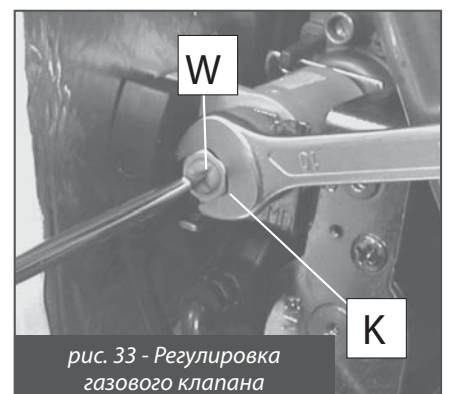

рис. 33 - Регулировка газового клапана
- вращая гайку **К** (внешнюю) ПО ЧАСОВОЙ СТРЕЛКЕ, увеличить давление на форсунке; вращая ее ПРОТИВ ЧАСОВОЙ СТРЕЛКИ, уменьшить давление на форсунке, в зависимости от необходимости (рис. 33);
- для работы на сжиженном газе, закрутить латунную гайку **К** регулировки давления до упора, вращая ее ПО ЧАСОВОЙ СТРЕЛКЕ (рис. 33).
- удерживая в фиксированном положении гайку **К**, посредством ключа на 10мм, вращать винт **W** ПО ЧАСОВОЙ СТРЕЛКЕ, для увеличения давления; ПРОТИВ ЧАСОВОЙ СТРЕЛКИ, для уменьшения значения давления (рис. 33);